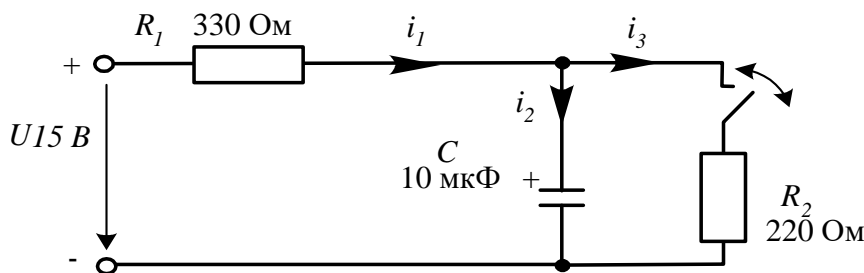

Рисунок 1 – Расчетная схема для аналитического исследования цепи  $RC$
1.1. При включении ключа в цепи (рис. 1) рассчитайте токи и напряжение на конденсаторе до коммутации ( $t=0_-$ , ключ разомкнут), в первый момент после коммутации ( $t=0_+$ , ключ замкнут) и в новом установившемся режиме ( $t=\infty$ ). Результаты расчёта занесите в таблицу 1.